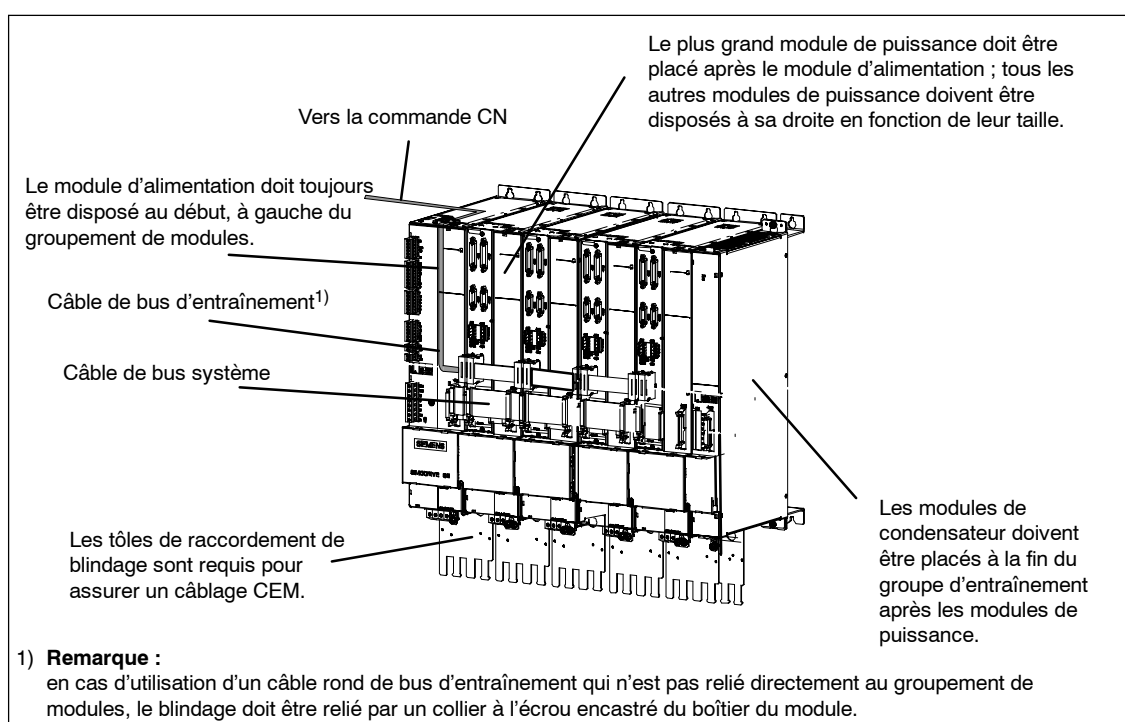

Fig. 2-1 Exemple de raccordement
Le module A/R ou AN doit toujours être disposé au début, à gauche du groupement de modules. Les modules de puissance (PP) doivent être montés à droite des modules A/R ou AN (voir fig. 2-1).
Dans le cas des entraînements avec une interface de consigne numérique, un câble de bus d'entraînement destiné à l'interface de communication et de commande SINUMERIK 840D powerline est nécessaire (voir fig. 2-1).
L'alimentation électronique entre chaque module s'effectue via le câble de bus système (voir fig. 2-1). Le câble de bus système est livré avec le module de puissance.